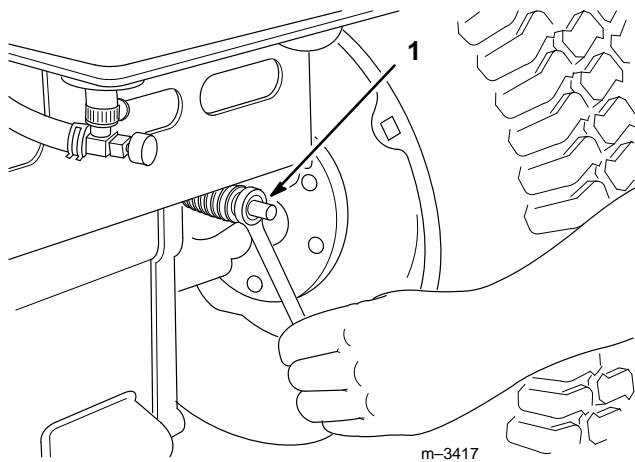

Abbildung 41
Die Einstellmutter für die Bremse befindet sich hinten am Traktor (Abb. 41). Wenn die Feststellbremse nicht sicher greift, ist eine Einstellung erforderlich.
4. Die Bremseneinstellmutter (Abb. 41) drehen, bis ein Spiel von 51 mm (2") vorhanden ist.